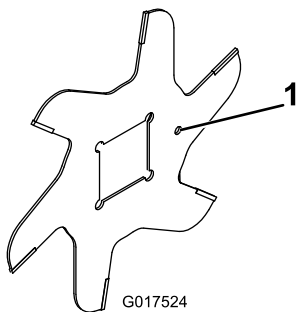

Figure 15
1. Montez une lame (Figure 15).
4. Montez la lame suivante dans le sens horaire de sorte que le trou de référence (Figure 15) soit décalé d'un méplat de l'arbre par rapport au trou de la première lame.